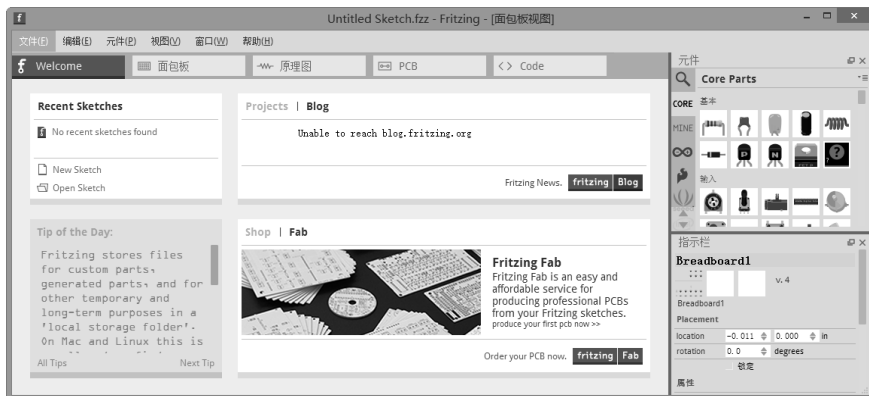

图 1-38 启动 Fritzing 软件
(1) 在解压的目录中双击“Fritzing.exe”，启动 Fritzing 软件。启动后的 Fritzing 软件界面如图 1-38 所示。